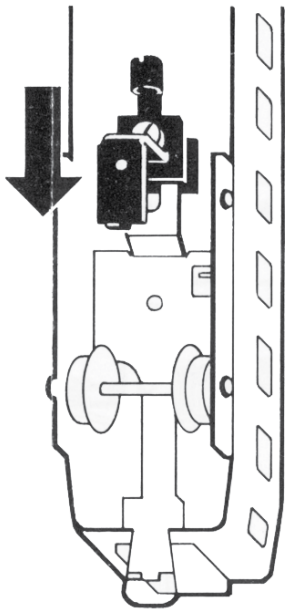

Fig. 4
6. Slide the pickup shoe mount onto the bracket on the truck frame so that the bracket is lying between the insulation and the retainer plate for the pickup shoe mount (fig. 4). When tightening the screw, make sure that the shoe bearer lies exactly in the longitudinal centre axis or line of the bogie (fig. 5).
6. Glisser le support de frotteur sur la fixation de la tôle, la fixation devant se positionner entre la pièce isolante et la tôle de fixation du support du frotteur (Fig. 4). Vérifier lors du serrage de la vis que le support est correctement orienté dans la direction de l'axe du bogie (Fig. 5).
6. Slepdrager op de houder van de steunplaat schuiven, waarbij de houder tussen het isolatiedeel en de houderplaat van de slepdrager moet komen te liggen (Fig. 4). Bij het weer vastdraaien van de schroef opletten, dat de contacthouder precies in de lengteas van het draaistel ligt (Fig. 5).
6. Coloque el portapatín sobre la sujeción en la chapa asiento, debiendo quedar apoyada la sujeción entre la pieza aislante y la chapa soporte del portapatín (fig. 4). Al apretar el tornillo, observar que el soporte da patín quede exactamente alineado con el eje central longitudinal del bogie (fig. 5).
6. Fare scorrere il supporto del pattino sul sostegno del lamierino a sedile, dove deve venire a poggiare il sostegno tra elemento isolante e lastrina di fissaggio del supporto del pattino (Fig. 4). Nello stringere la vite fare attenzione che il supporto del pattino si trovi esattamente lungo il centro dell'asse del carrello (Fig. 5).
6. Släpskohållaren skjuts fast på sin hållare, varvid hållaren måste ligga mellan isoleringsdelen och släpskons hållarbleck (fig. 4). Innan hållaren skruvas fast, rikta in den exakt mellan hjulen i boggins längdriktning (fig. 5).
6. Sæt slibevognen på holderen på stolpladen, hvorved holderen skal placeres mellem isoleringsdelen og slibevognens holdeplade (Fig. 4). Når skruen igen fæstnes, må man passe på at slæbeskobæreren ligger nøjagtigt i midten af bogiens længdeakse (Fig. 5).